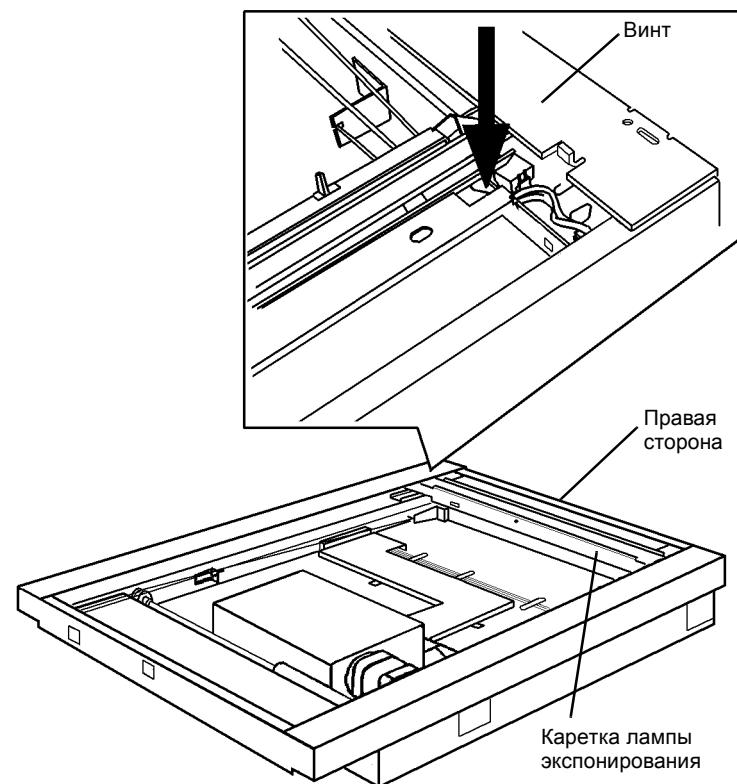

Рисунок 2 Регулировка кареток
1. Отрегулируйте каретки (Рисунок 2).
- c. Прижимая каретку к правому краю RIS, затяните винты (2).